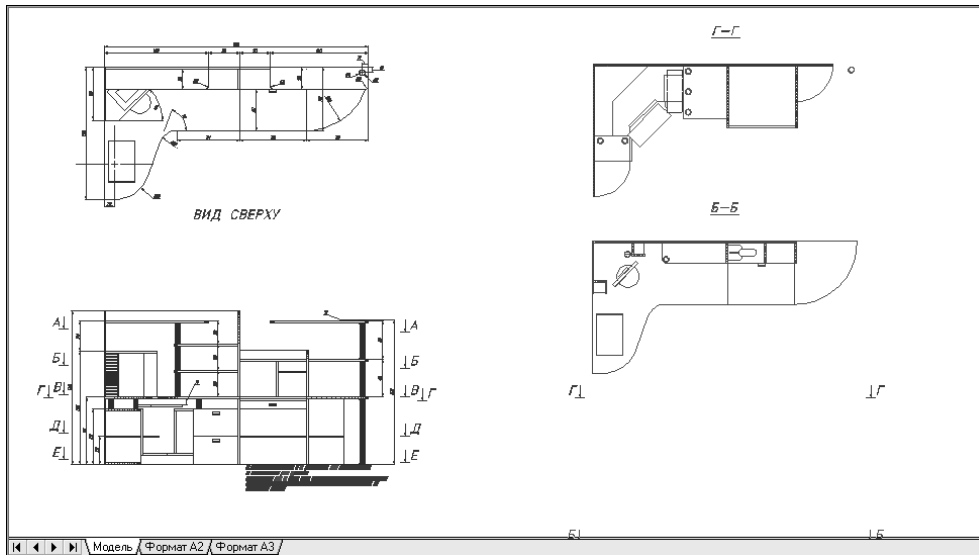

Рис. 13.30 ▼ Вид листа **Модель** (Model) после перемещения обозначений разрезов на главном виде и их переноса на слой **Размеры**
12. Разморозьте слои **Штриховка 1495**, **Штриховка 1090**, **Текст 758**, **Штриховка 720**, **Штриховка 320** и **Штриховка 18**. Сместите влево и вправо обозначения линий сечения всех разрезов на главном виде, как показано на рис. 13.30, чтобы они не пересекались с размерными линиями (используйте режим **ОРТО** (ORTHO) и редактирование с помощью маркеров выделения в режиме **Перенести** (MOVE)).